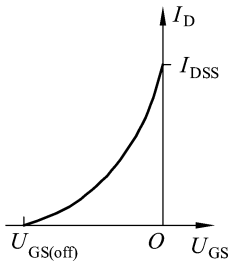

图 1.5.2 N 沟道 JFET 转移特性曲线
4. 转移特性是指当场效应管的_____保持不变时, 漏极电流 i_D 与_____的关系。其表达式为_____。转移特性描述栅源电压 u_{GS} 对_____的控制作用。N 沟道 JFET 的转移特性如图 1.5.2 所示, 由图可得: 转移特性曲线与横坐标轴交点处的电压, 表示 $I_D = 0$ 时的 U_{GS} , 即是_____。转移特性曲线与纵坐标轴交点处的电流, 表示 $U_{GS} = 0$ 时 I_D , 称为_____。